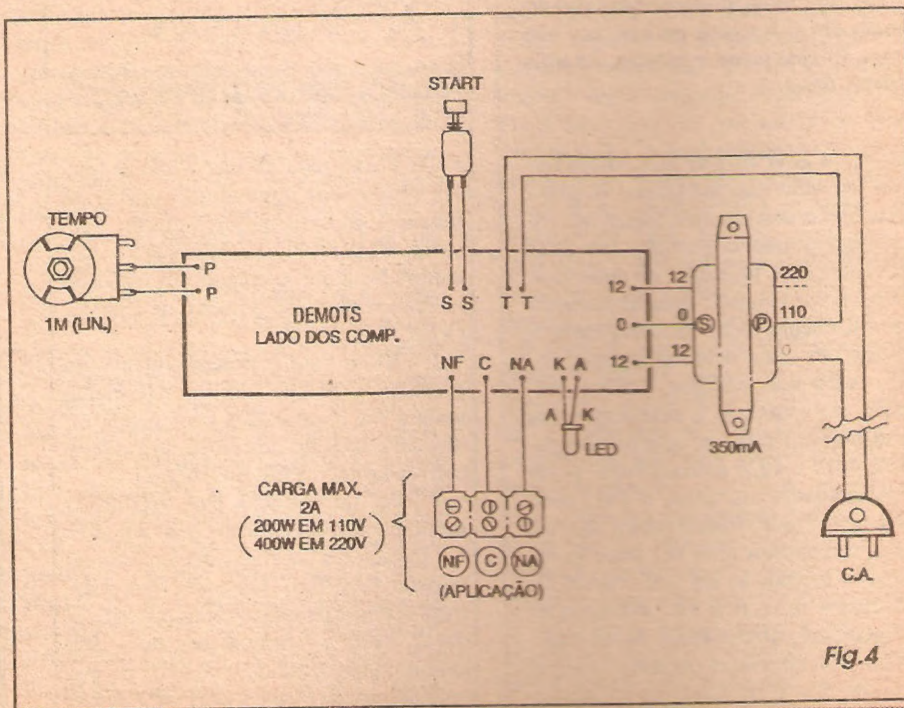

Fig.4
- FIG. 4 - CONEXÕES EXTERNAS À PLACA - Não são muitas (nem muito